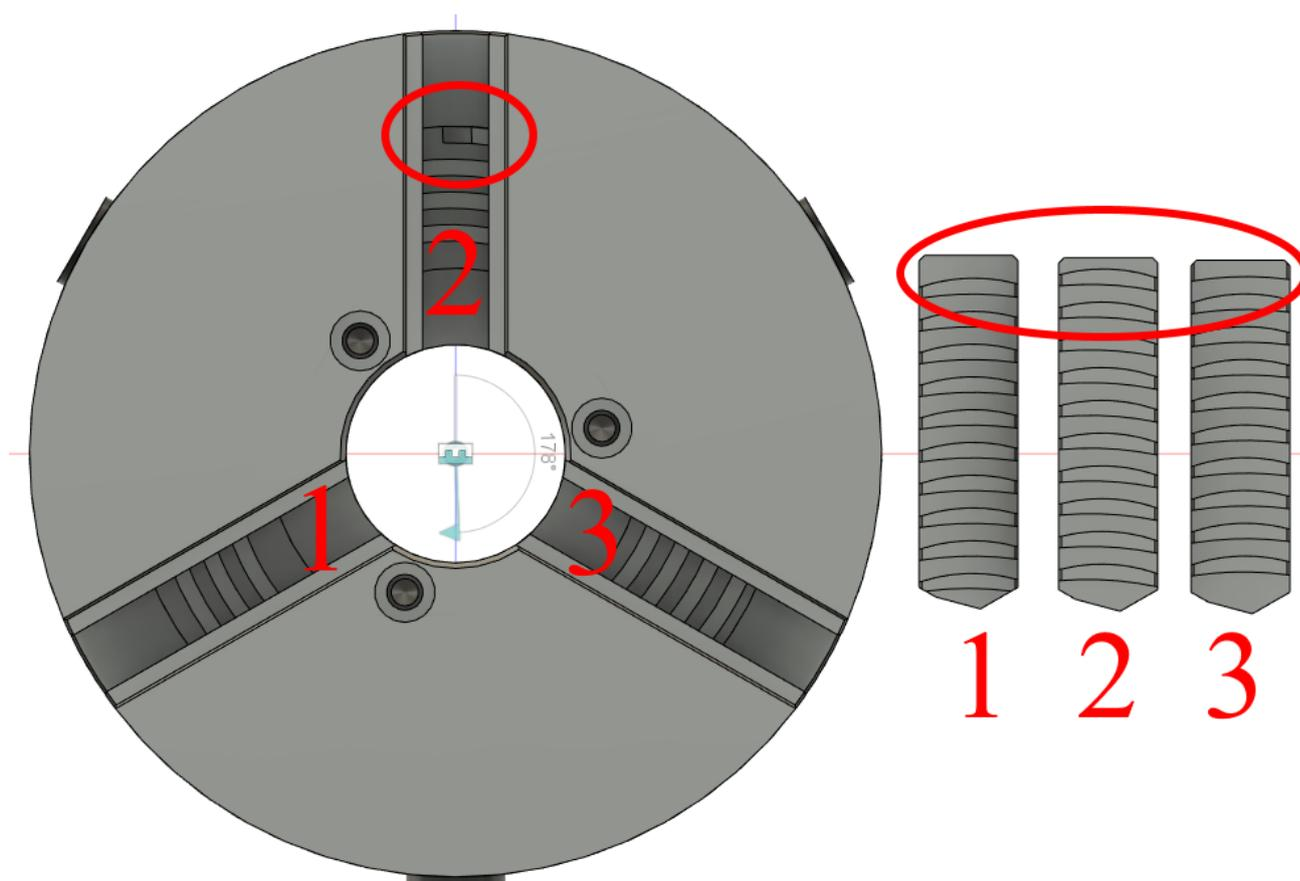

Рис.12.15. Розміщення салазок кулачків
7. Далі додамо до збірки салазки кулачків. Як було зазначено у описі конструкції патрону: 3 кулачки повинні рухатися рівномірно від центра або до центра. Для забезпечення цього руху внутрішній диск має паз виконаний по архімедовій спіралі. Відповідно і салазки кулачків також виконані по архімедовій спіралі. Крім того пази на салазках виконані зі зміщенням в осьовому напрямку, так як вони розміщуються по колу (рис. 12.15) і кожна салазка кулачка повинна займати своє положення.